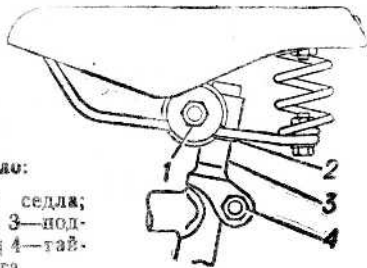

Рис. 1. Седло:
1. Установите седло по высоте так, чтобы велосипедист, сидя на седле, доставал пятой вытянутой ноги педаль, находящуюся в крайнем нижнем положении. Для этого отверните гайку 4 (рис. 1) на 2—3 оборота, переместите седло на требуемую высоту и закрепите его.